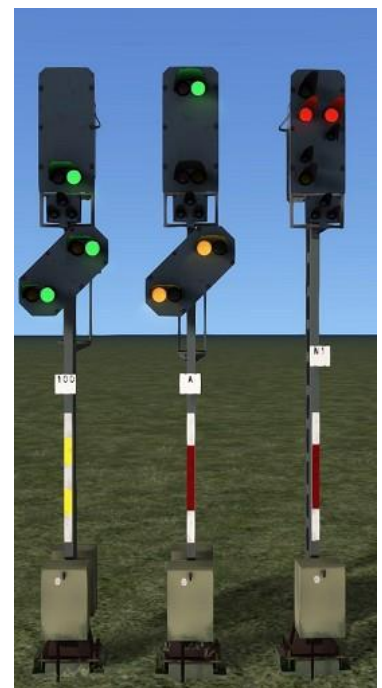

Bild 1.3
- Bild 1.3: Das Ausfahrsignal N1 zeigt Hp0